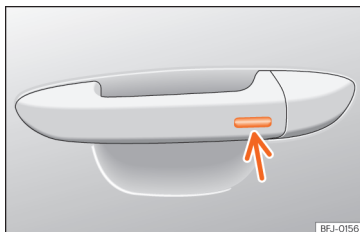

Fig. 95 Manípulo da porta: superfície sensora.
- Mantenha um dedo durante alguns segundos sobre a superfície sensora de bloqueio » Fig. 95 (seta) do manípulo da porta para fechar o teto. Se deixar de tocar na superfície sensora, interrompe a função de fecho.